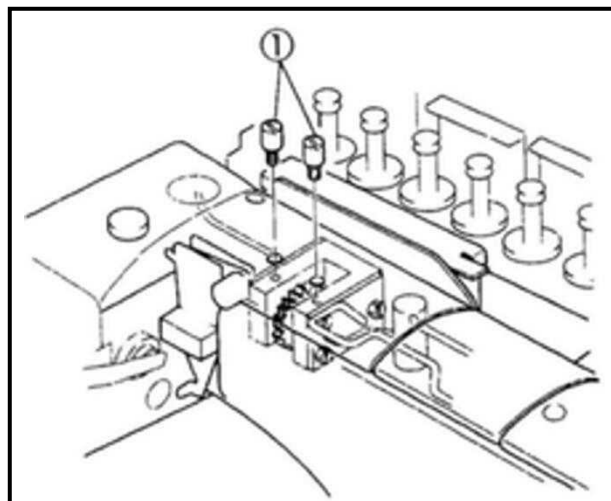

Fig.15
装新机器或使用后久未使用的机器，如果油没有循环完整，需要移除机器上的油塞螺钉①，注入油后装回螺钉再使用机器。(Fig.15)
Remove the plug screws ① of the pump driven gear to prime oil. Run a machine after resetting them ①. (Fig.15)